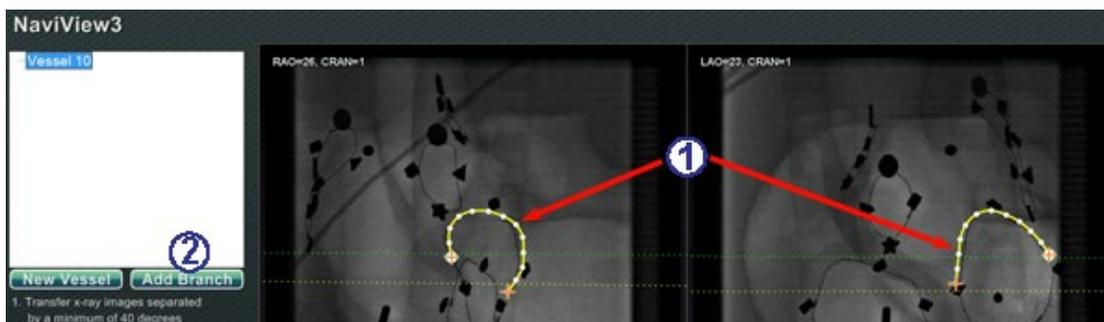
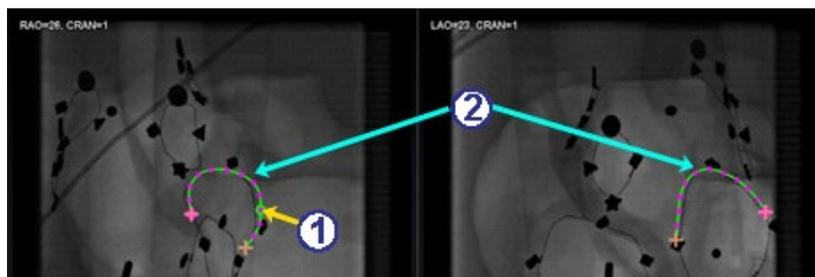

Figure 129. Ajout de branches : commencer avec les troncs correspondants
Figure 130. Sélection du point d'embranchement sur un des troncs
Étape 1 (Figure 129)
- ① Pour ajouter des branches, il faut commencer par une paire de troncs complémentaires.
- ② Cliquez sur **Add Branch** (Ajouter une branche).
Étape 2 (Figure 130)
- ① L'utilisateur doit sélectionner le point sur le tronc où il souhaite commencer la branche (Figure 130). Il peut s'agir d'un point existant ou d'un point sur la courbe. S'il est sur la courbe, un nouveau point est créé. Le point sélectionné est indiqué par un cercle vert.
- ② Notez que les troncs sont maintenant en mode non sélectionné, comme le montrent les couleurs verte et violette (magenta). La sélection est maintenant sur la branche qui va être tracée.